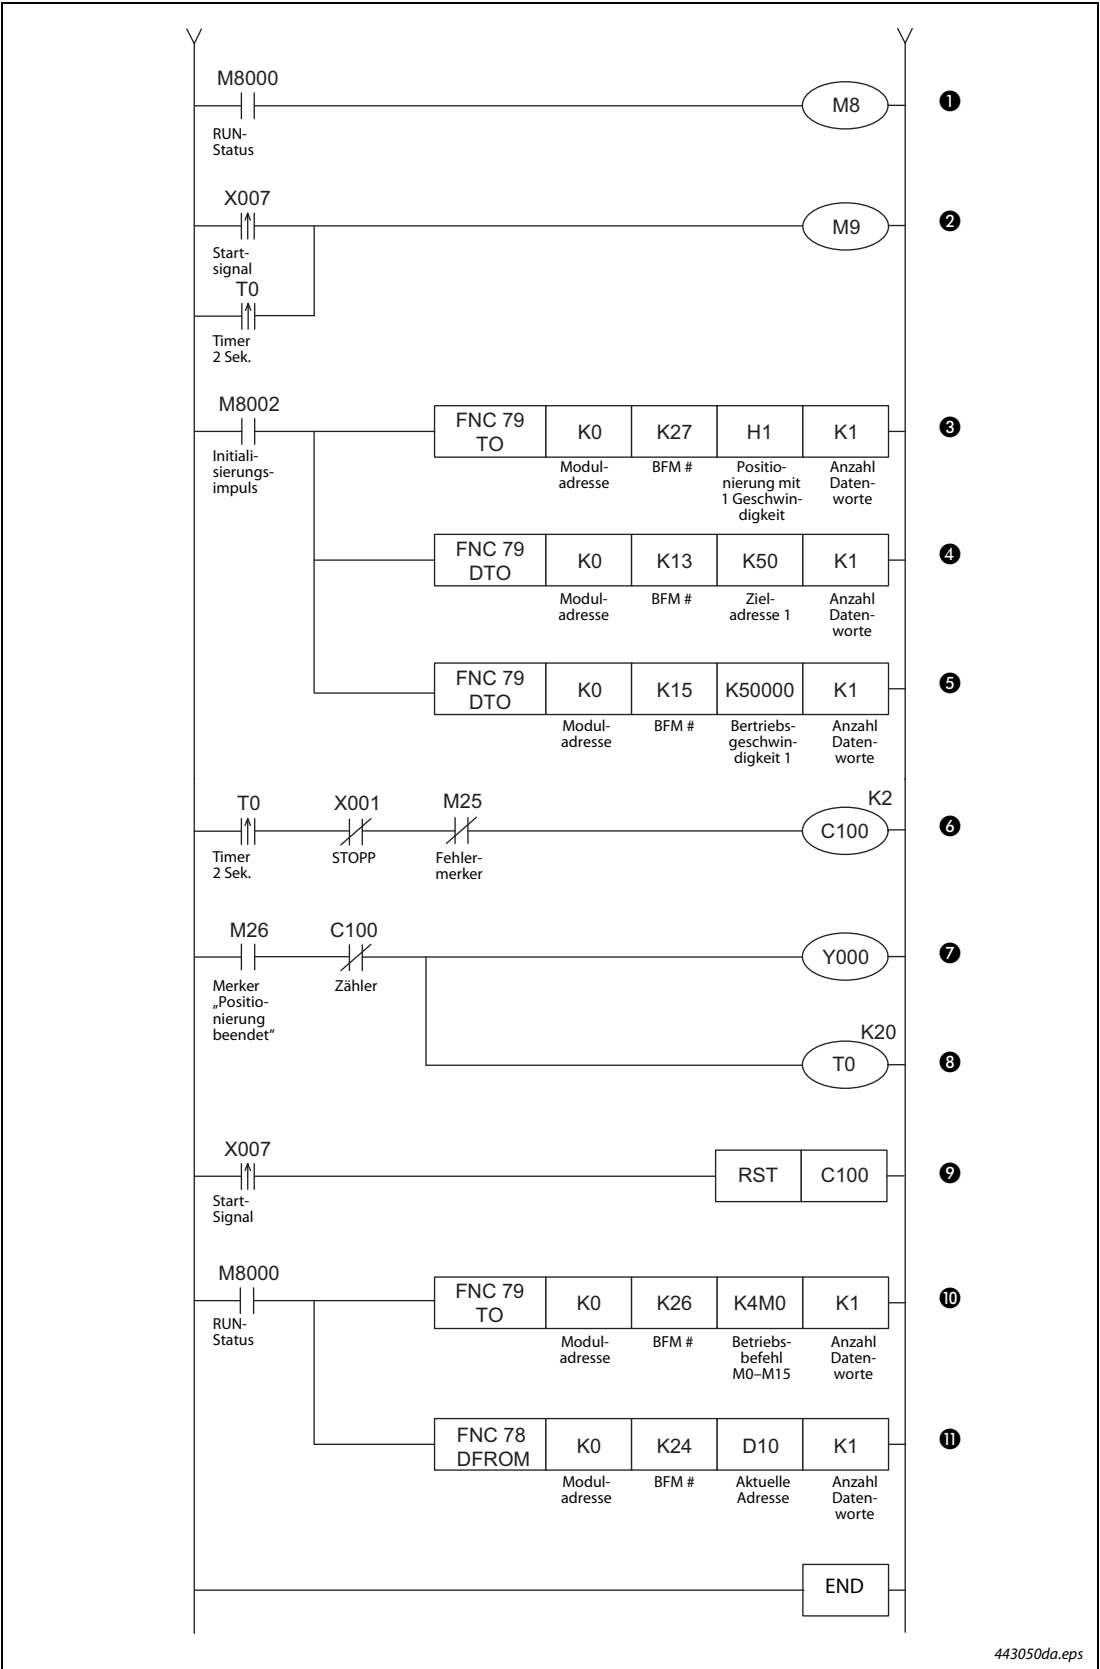

Fig. 4-26: Kontaktplan des Programmbeispiels (2)
④	Die maximale Geschwindigkeit wird auf 50 kHz eingestellt [K50000 → #1, #0].
⑤	Die minimale Geschwindigkeit wird auf 0 Hz eingestellt [K0 → #2].
⑥	Die Beschleunigungszeit wird auf 100 ms eingestellt [K100 → #11].
⑦	Die Verzögerungszeit wird auf 100 ms eingestellt [K100 → #12].
⑧	Die Statusinformation wird gelesen [#28 → K3M20]
⑨	Der Fehlercode wird gelesen [#37 → D20]
⑩	Der Eingang für das Rücksetzen des Fehlers wird gelesen.
⑪	Der Eingang für das Stopp-Signal wird gelesen.
⑫	Der Endschalter für Rechtslauf wird abgefragt.
⑬	Der Endschalter für Linkslauf wird abgefragt.
Tab. 4-19: Beschreibung des Kontaktplans in Abb. 4-26 (1)